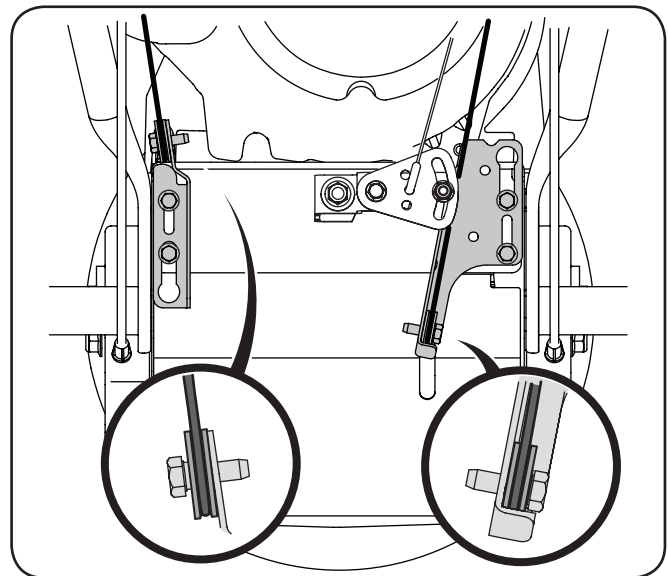

Figura 3-2
2. Observe el área inferior trasera de la máquina quitanieve para asegurarse de que ambos cables estén alineados y sentados correctamente en las guías de rodillos. Consulte la Figura 3-2.